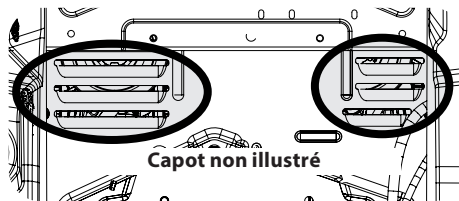

Figure 4-2
- Nettoyez autour des fusibles, les deux côtés des ailettes de refroidissement des transmissions, le collecteur d'échappement, le câblage électrique et les faisceaux, le tuyau du silencieux, le pare-chaleur du silencieux, les grilles d'entrée d'air du moteur et les ailettes de refroidissement, entre autres. Voir Figure 4-2.